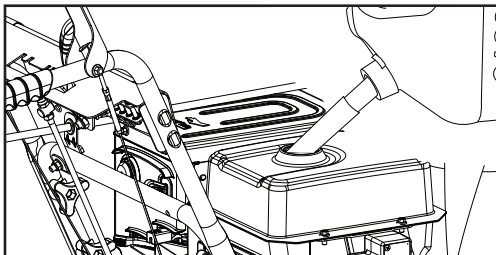

Figure 17
6. Enlevez le bouchon du réservoir d'essence (figure 17).